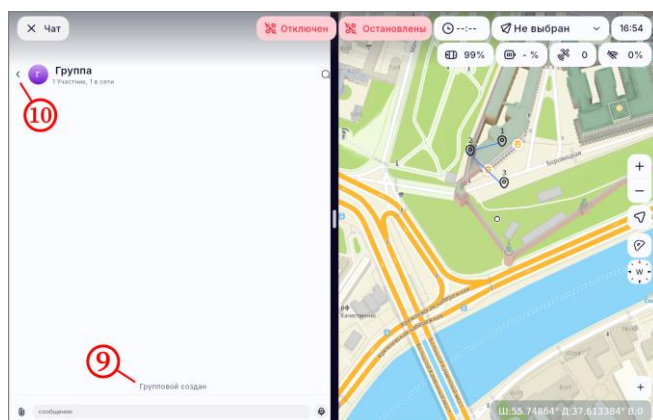

Рисунок 94
- проконтролировать отображение группового чата и сообщения «Групповой создан» (рисунок 94, шаг 9);
- выйти из чата по нажатию кнопки  (рисунок 94, шаг 10);